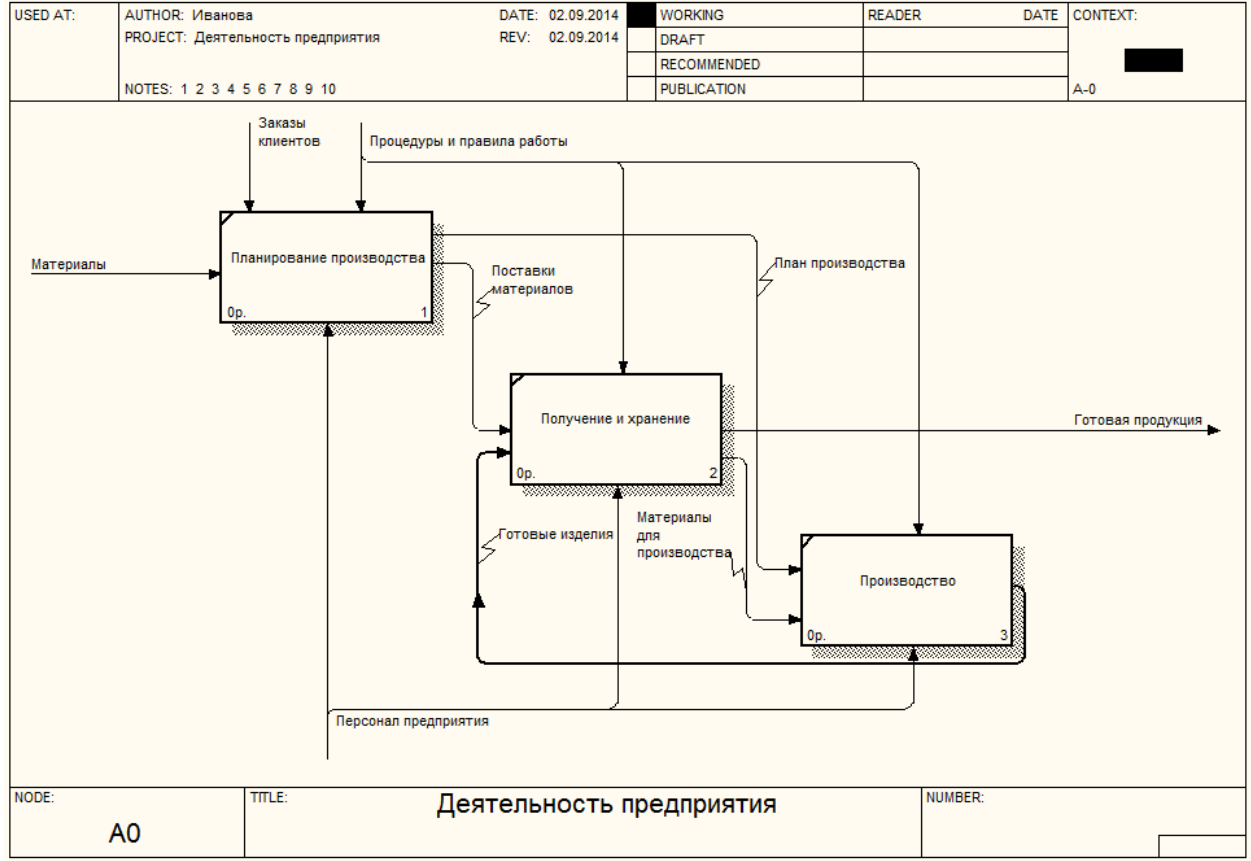

Рис. 22. Стрелки обратной связи
10. Создайте стрелку обратной связи (по входу) *Готовые изделия*, идущую от блока *Производство* к блоку *Получение и хранение* (рис. 22). Для нее в окне *Arrow Properties (Свойства стрелки)* на вкладке *Definition (Определение)* задайте *Готовые изделия, переданные на склад*, на вкладке *Style (Стиль)* в поле *Thickness (Толщина)* выберите более толстый шаблон линии. Щелкните правой кнопкой мыши по созданной линии и установите опции *Extra Ar-*
11. Аналогично создайте стрелку обратной связи *Информация о наличии материалов на складе*, идущую от работы *Получение и хранение* к работе *Планирование производства* (рис. 22). Для нее задайте *Definition (Определение)* – *Информация о наличии материалов на складе, необходимая для составления производственного плана*.